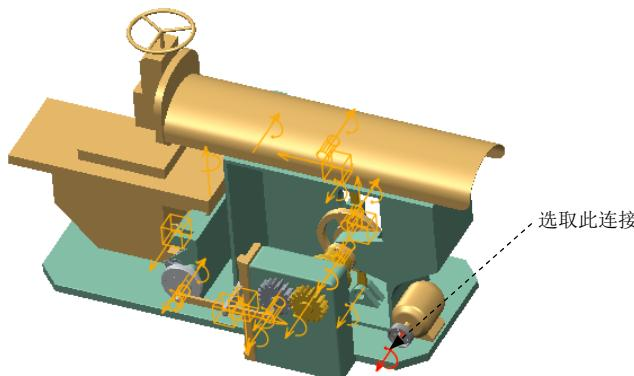

图 9.6.84 选取参考对象
- (1) 选择命令。单击 **插入** 区域中的“伺服电动机”按钮 ，系统弹出“伺服电动机定义”对话框。
- (2) 选取参考对象。选取图 9.6.84 所示的连接为参考对象。
- (3) 设置轮廓参数。单击“伺服电动机定义”对话框中的 **轮廓** 选项卡，在“定义运动轴设置”按钮  右侧的下拉列表中选择 **速度** 选项，在“模”下拉列表中选择 **常量** 选项，设置 $A=45$ 。
- (4) 单击对话框中的 **确定** 按钮，完成伺服电动机的定义。